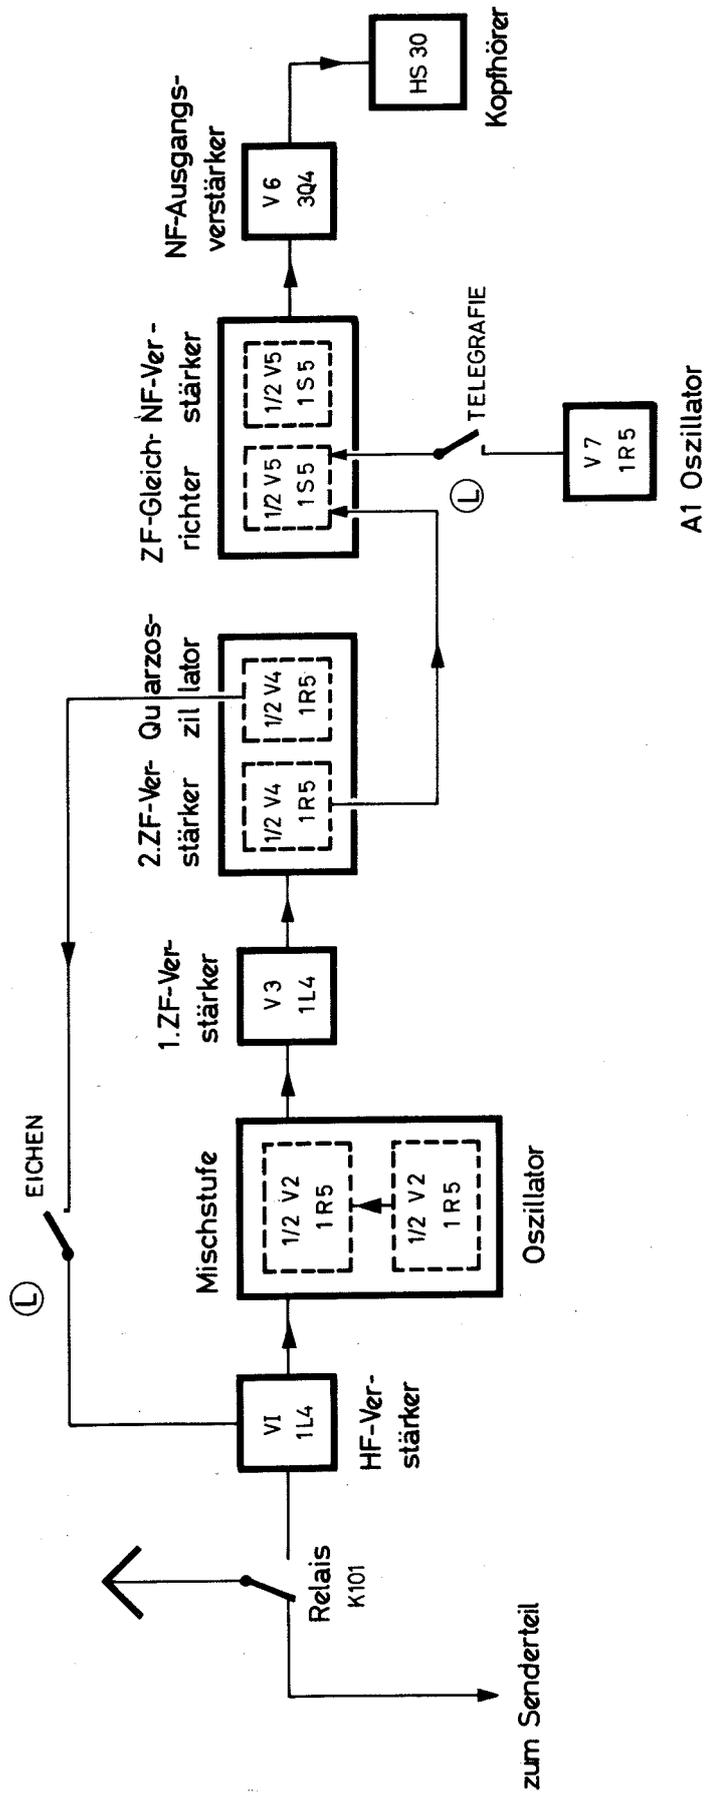

Bild 53 Blockschaubild des Empfängerteiles RT-77/GRC-9
5.1.1 Blockschaltbild (Bild 53)
a) **Allgemeines.** Der Empfänger des Funkgerätes RT-77/GRC-9 besteht aus einem 7-Röhren-Überlagerungsgerät für den Empfang unmodulierter und amplitudenmodulierter Signale im Frequenzbereich von 2,0 bis 12,0 MHz. Der Frequenzbereich ist aufgeteilt in 3 Bänder: Band 1 = 6,6 bis 12 MHz, Band 2 = 3,6 bis 6,6 MHz, Band 3 = 2,0 bis 3,6 MHz. Das Blockschaltbild (Bild 53) zeigt den Weg, den das Signal durch den Empfänger nimmt. Sender und Empfänger werden an derselben Antenne betrieben. In Stellung „EMPF.“ wird die Antenne mit Hilfe eines Relais an den Empfänger geschaltet. In Stellung „SENDEN U. EMPF.“ (beim Drücken der Sprech- und Morsetaste) liegt die Antenne am Sender.